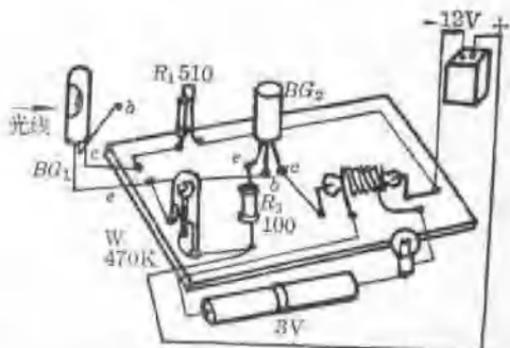

图 12
(4) 调试 按图 12 实物接线图把光电控制线路板、 $12V$  电池和两节大号电池(串联为  $3V$  电源)、指示用的  $2.2V$  小电珠等接通,就可以进行调试了。调试时,光导管不能受到日光照,否则调试就不准确了。